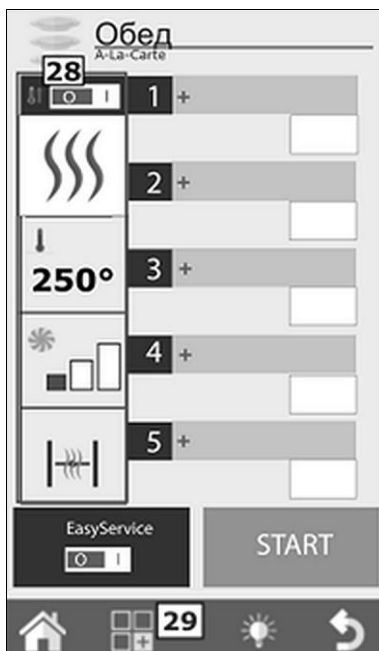

Рис. 36
1. Чтобы изменить Rack Control после его открытия, следует запустить кнопку 28 (Рис. 36) в левом столбце отображаемых настроек.
2. В этом случае нажать кнопку Функции (29, Рис. 36) и продолжить настройки, как описано в разделе „Копирование, перемещение, переименование и удаление программ приготовления“.
3. Затем нажать кнопку Функции (29, Рис. 36) и продолжить сохранение программы по описанию в разделе „Сохранение программ приготовления“.